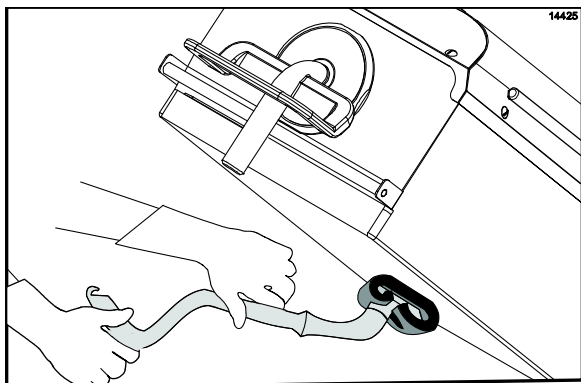

Рисунок 42
24. Очистите поверхности верхних плит начиная с правой верхней плиты (двигаясь к левой верхней плите). (См. рис. 42)